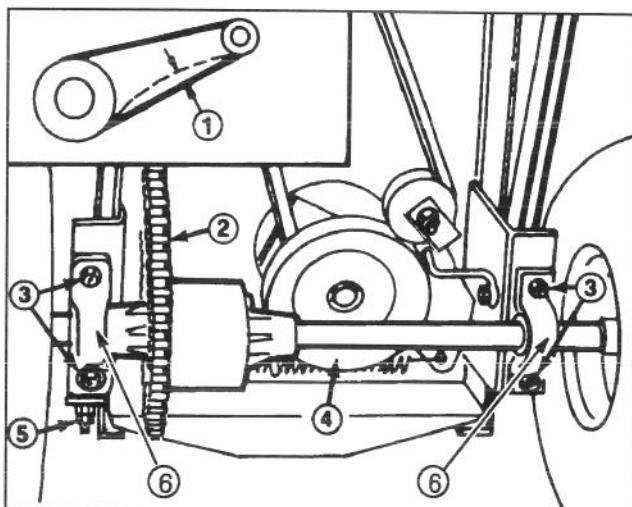

Abbildung 26
1. Die Durchbiegung der Antriebskette durch Anheben der Kette mit mittelmäßiger Spannung halbwegs zwischen dem Kettenlauf (Abb. 26) nachprüfen. Die Kette sollte sich um 3 mm durchbiegen lassen (Abb. 26). Wenn die Durchbiegung nicht dem hier beschriebenen entspricht, wird eine Einstellung nach Schritten 2-6 erforderlich.
2. Die vier Bundmuttern, mit denen die Kissenblöcke und Differentialachse am Mäherchassis abgesichert werden, lockern (Abb. 26).
5. Da die Differentialwelle mit der Rückseite des Chassis parallel sein muß, den Abstand zwischen der Mitte der Kissenblöcke und der Rückseite des Chassis messen (Abb. 26). Der Unterschied zwischen diesen zwei Abmessungen darf nicht größer als 6 mm sein. Sollte er doch größer ausfallen, ist die Differentialwelle nicht parallel mit dem Chassis; unter solchen Umständen muß die linke Seite neu angeordnet werden, um den erforderlichen Abstand zu realisieren. Die Kontermuttern, mit denen der linke Kissenblock am Chassis abgesichert wird, festziehen.